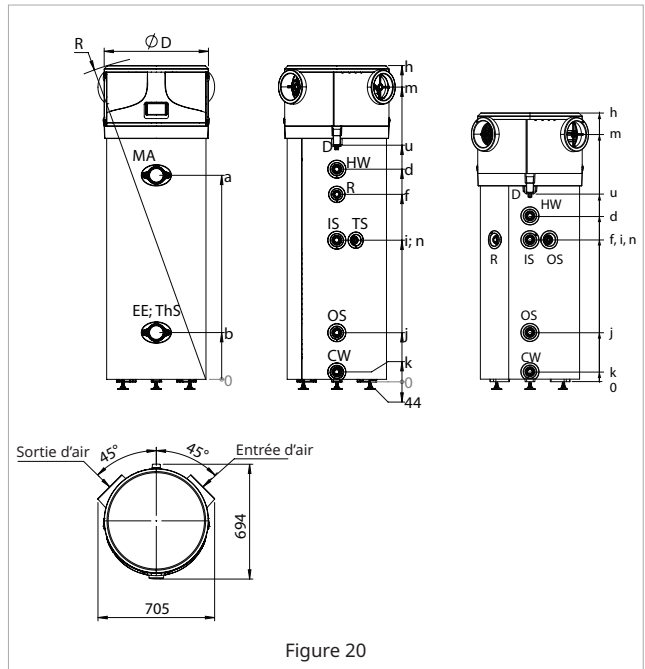

Figure 20
5.4 Montage et raccordement l'appareil (Figure 20)